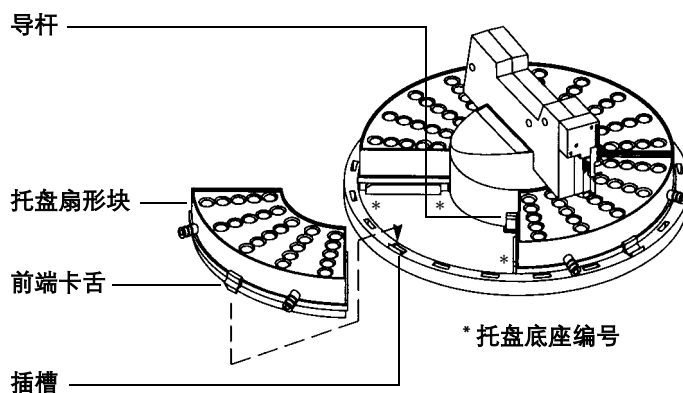

图 13 安装托盘扇形块
- 7 安装托盘扇形块（图 13）。务必使扇形块的编号与托盘底座的编号保持一致。